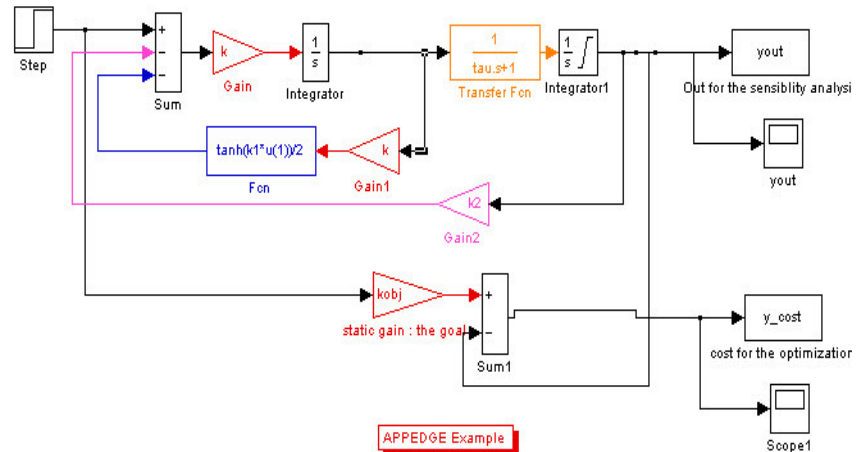
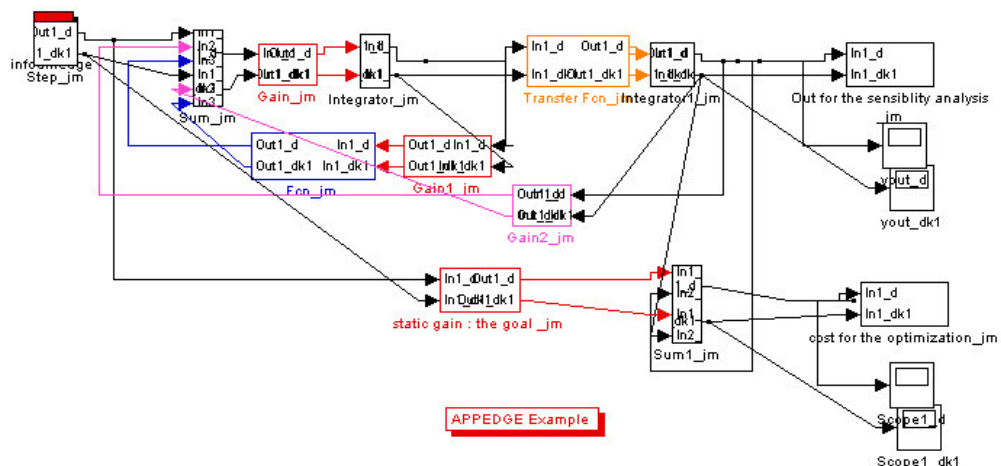

Figure 1 : Schéma de départ
Figure 2: Modèle dérivé par rapport à $K1$
Diffedge calcule la dérivée formelle des modèles décrits sous forme de schéma-blocs (Figure 1) par rapport à leurs paramètres par l'application de la méthode **JM**. La dérivée formelle obtenue est représentée sous forme graphique en schéma-blocs (Figure 2). Elle permet de s'affranchir des problèmes de numériques du calcul des dérivées par différences finies lorsque le modèle est bruité, discontinu, (événements, conditions logiques, etc.) , fortement non linéaire, en calculant une dérivée exacte tout en restant dans le même environnement de simulation.
La figure 2 correspond au schéma originel dérivé par rapport à $K1$. Le schéma de départ est augmenté du modèle dérivé par rapport au paramètre $K1$. Le signal dérivé est accessible sur les liens entre chaque bloc et en sortie "yout_dk1".
- Permet la visualisation des dérivées partielles en tout point du modèle (Figure 2)